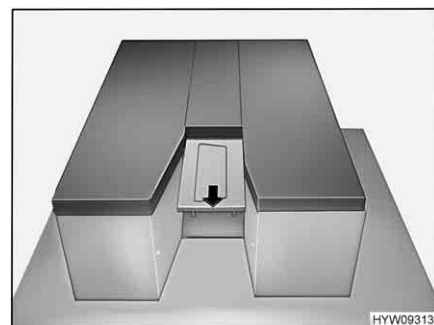

Fig. 81 Estrazione della prolunga
- Estrazione dell'ampliamento (Fig. 81). Insieme all'ampliamento viene estratta anche la scaletta.